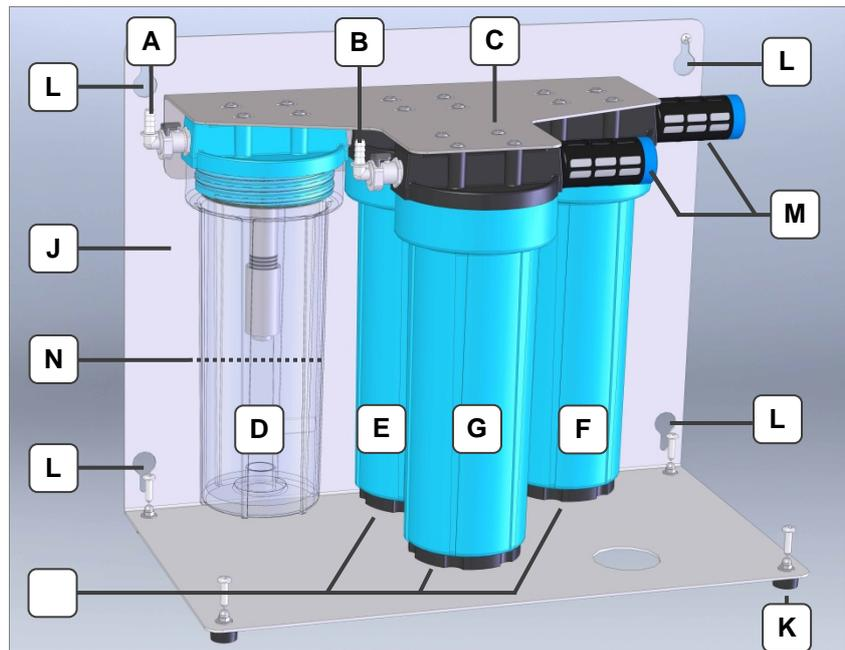

Fig. 14.1.1 Unité de charbon actif posée
- Périodicité** Au plus tard, quand le niveau de remplissage à l'œil nu du solvant séparé a monté jusqu'à env. 20 mm sous la cartouche filtrante dans le séparateur d'eau de condensation (*fig. 14.1.1.N*).
- Procédure** Enlevez la tôle de maintien (C) avec le séparateur d'eau de condensation (D) et les cartouches de charbon actif (E / F / G). En cas de fixation murale, le séparateur d'eau de condensation peut être dévissé avec le support d'angle accroché.
- Décrochez la tôle de maintien (C) du support de base (J).
- Dévissez les bouchons filetés (*fig. 14.1.1.H*) des cartouches de charbon actif l'un après l'autre.